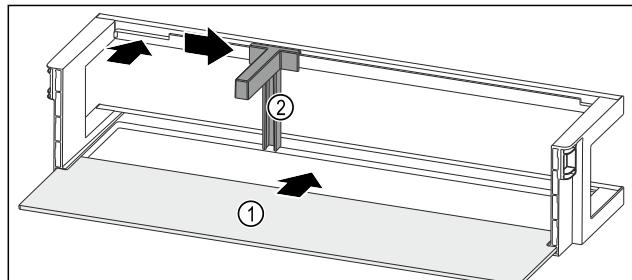

Fig. 98 Balconnet de contre-porte avec tablette de rangement
- ▶ Insérer la tablette de rangement Fig. 98 (1) dans les évidements latéraux.
- ▶ Insérer le porte-bouteilles Fig. 98 (2) dans l'évidement.
- ▶ Pousser le porte-bouteilles Fig. 98 (2) sur le côté en position souhaitée.